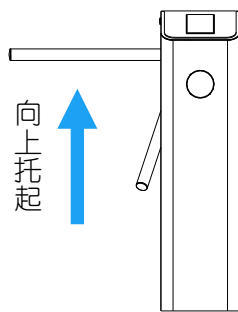

图 2-4
- ① 给本机接上临时测试电缆，输入电源 100V ~ 240V 自适应（注意：必须接地线）。
- ② 静候 30 秒，等待闸机完成自检程序。
- ③ 将闸杆手动上杆，如图 2-4 所示。
- ④ 使用双向开关测试闸机是否工作正常，同时检查 LED 指示灯显示是否工作正常。如果一切正常，则可以开始土建安装程序；如发生异常，请联系您的销售商。